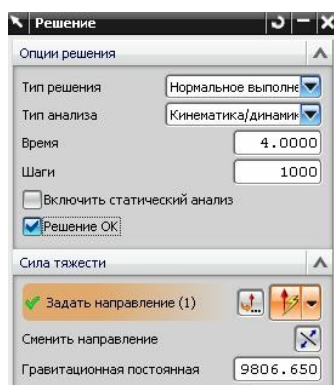
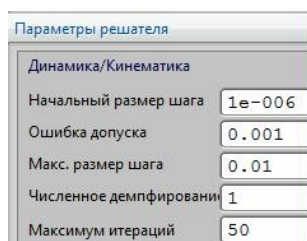
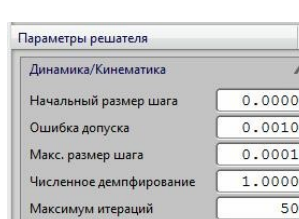

рис.47
рис.48
рис.52
- Что же заставит ваш механизм двигаться? Нужно отметить, что даже если вы не зададите никаких внешних воздействий на анализируемый механизм, система все равно учтет по крайней мере **вес** ваших деталей. И поэтому в диалоговом окне рис.47, в поле *Сила тяжести* вам придется уточнить
- Обратите внимание на переключатель *Решение ОК*. Если вы его включите (а мы так обычно и поступаем), то сразу после ОК в диалоговом окне рис.47 система сразу приступит к численному интегрированию ранее сформированной системы обыкновенных дифференциальных уравнений.
- Чаще всего пользователь не интересуется конкретными параметрами численного интегрирования. Но если бы он захотел это сделать, то в диалоговом окне рис.47, в нижней его части, в поле *Параметры решателя* (рис.48), можно уточнить все необходимые характеристики.
•Уменьшим этот максимальный шаг численного интегрирования на два порядка (рис.52), и за то же время анализа вы увидите, что никакого затухания не произойдет. Поэтому помните о причинах возможных ошибок анализа, и не забывайте заглядывать в поле рис. 48.